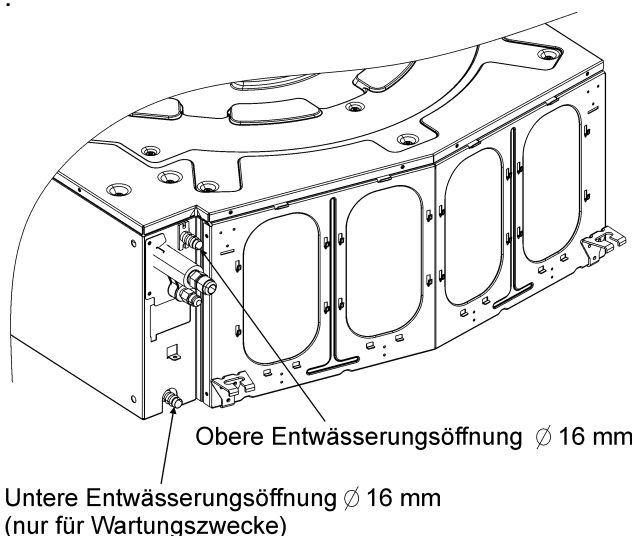

Abb. 13. Entwässerungsverbindungssteile  $\varnothing$  16 mm
- C. Die MD-Einheit beinhaltet eine Entwässerungspumpe mit Niveauekontrolle, die Kondenswasser bis zu einem Niveau von 60 cm über der unteren Ebene der Einheit anheben kann. Das Entwässerungsrohr wird an die obere Entwässerungsöffnung angeschlossen (siehe Abb. 13).